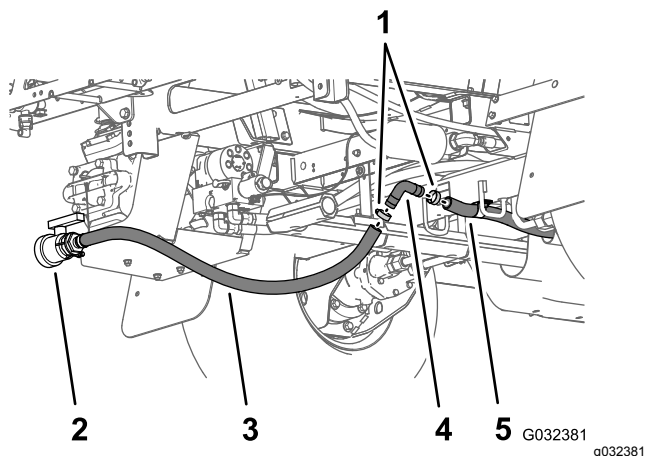

Figure 55
- Insérez le raccord cannelé à 90° que vous avez retiré à l'opération 3 dans le flexible de vanne de vidange et le flexible de vidange du réservoir arrière (Figure 55).
- Fixez le raccord cannelé à 90° et les flexibles de vidange à l'aide des 2 colliers que vous avez retirés à l'opération 2 (Figure 55).